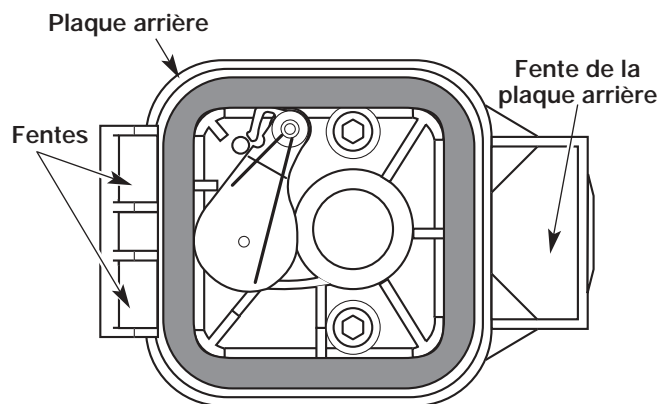

Fig. 65
6. Remplacez le filtre (Fig. 65).
7. Réinstallez le couvercle du filtre à air Placez les crochets à gauche du filtre à air dans les fentes à gauche de la plaque arrière (Fig. 65).
8. Pivotez le couvercle vers la droite jusqu'à ce que la languette du couvercle du filtre s'enfonce d'un déclic dans la plaque arrière (Fig. 65).